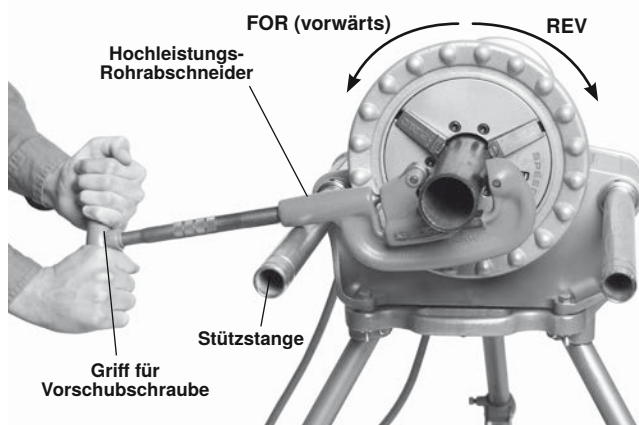

Abbildung 15 - Schneiden von Rohren mit Handschneider/Maschinendrehung (Schneidegerät in Kontakt mit der Stützstange halten.)
- Bringen Sie den Schalter REV/OFF/FOR (Rückwärts/Aus/Vorwärts) in die Stellung FOR (Vorwärts). Betätigen Sie den Fußschalter und geben Sie ihn wieder frei. Das Spannfutter sollte sich von der Seite der Maschine aus gesehen gegen den Uhrzeigersinn drehen (*siehe Abbildung 15*). Wiederholen Sie den Vorgang für die Stellung REV (Rückwärts). Das Spannfutter sollte sich nach rechts drehen. Wenn sich die Maschine nicht
Entfernen Sie den 311 Schlitten, bevor Sie den 300 Kraftantrieb mit Handgeräten zum Schneiden, Reiben oder Gewindeschneiden von Rohren verwenden. Vergewissern Sie sich, dass die schalterseitige Stützstange vollständig über die Vorderseite des Kraftantriebs hinausragt (Abbildung 15).
1. Öffnen Sie das Schneidrad, indem Sie die Vorschubschraube gegen den Uhrzeigersinn drehen. Legen Sie das Schneidrad mit der offenen Seite nach oben (wie in Abbildung 15 gezeigt) und richten Sie das Schneidrad an der Markierung auf dem Rohr aus. Das Schneiden von Gewinden oder beschädigten Rohrabschnitten kann das Schneidrad beschädigen.